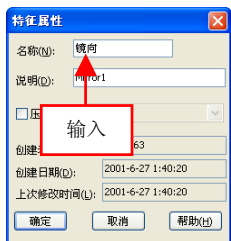

图 8-47 输入文字
(4) 弹出【特征属性】对话框，在【名称】右侧的文本框中，输入【镜向】文字，如图 8-47 所示。